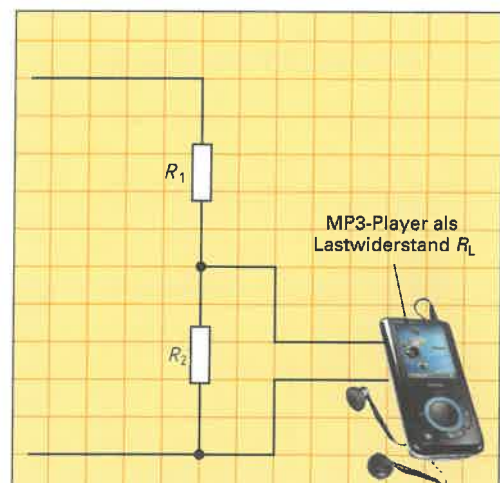

Bild 3: Belasteter Spannungsteiler
5. Tragen Sie in **Bild 3** die fehlenden Spannungspfeile und Strompfeile für die Gesamtspannung U , die Ausgangsspannung U_L , den Belastungsstrom I_L , den Querstrom I_q und den Strom I ein.
6. a) Wodurch kann bei dem elektronischen Gerät (**Bild 3**) z. B. eine Vergrößerung des Laststromes I_L hervorgerufen werden?